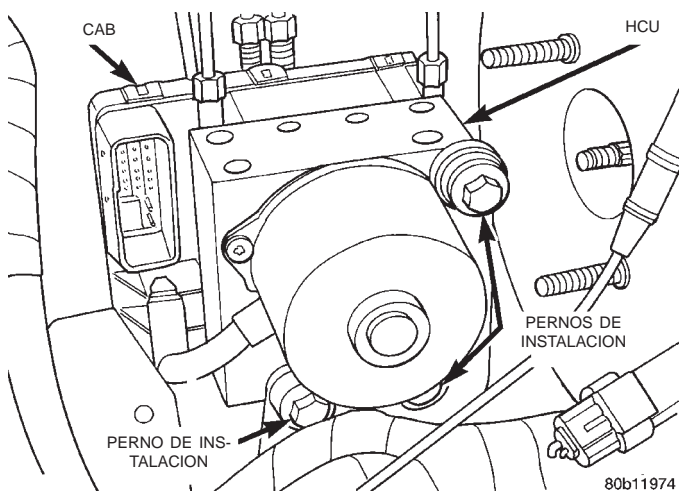

Fig. 25 Soporte de instalación de la unidad hidráulica de control
(15) Retire los 3 pernos que fijan el CAB y la HCU en el soporte de instalación. (Fig. 25).
(1) Instale la ICU en el soporte de instalación.
(2) Instale los 3 pernos que fijan la HCU en el soporte de instalación (Fig. 25).
(3) Apriete los 3 pernos de instalación con una torsión de 11 N·m (97 lbs. pulg.).